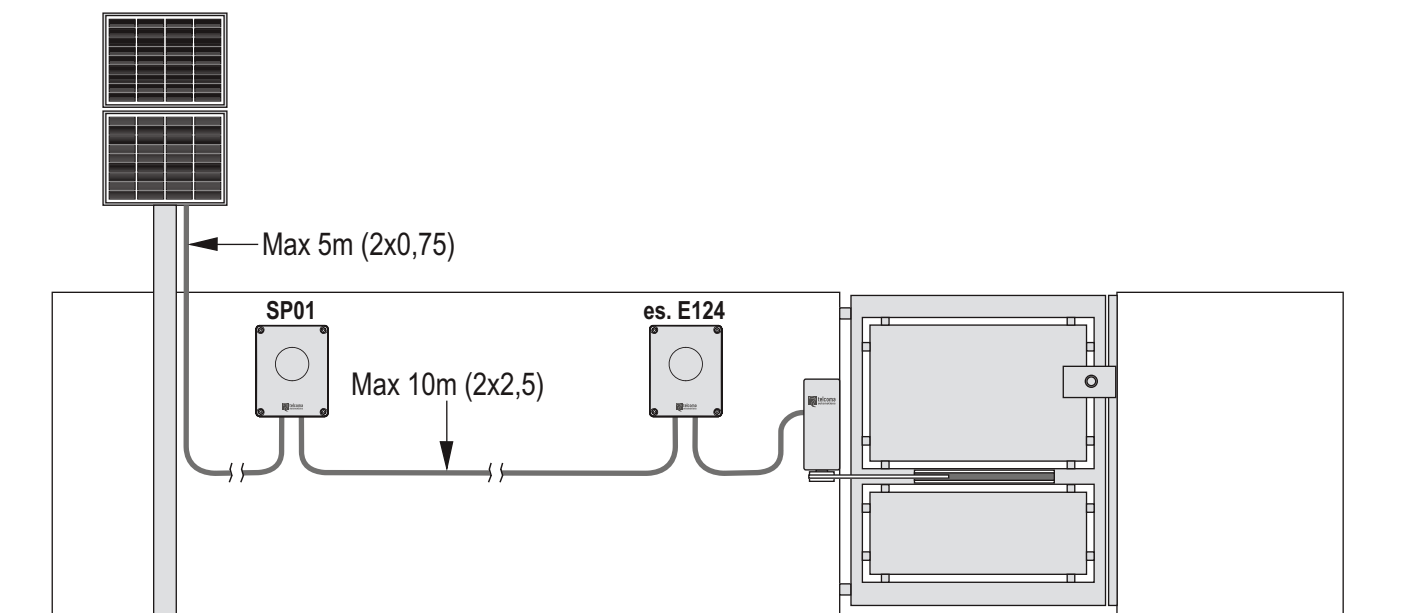

Fig.1
- l'installazione ideale prevede che: i collegamenti di potenza dell'intero impianto (alimentazione 24V e collegamento motore/i) siano il più corti possibile. Per il cavo di alimentazione tra SP01 e la centrale comando consigliamo di non superare i 10m di lunghezza e di usare una sezione minima dei conduttori di 2,5mmq (Fig.1).
- l'installation idéale prévoit que : les connexions de puissance de toute l'installation (alimentation 24 V et connexion moteur/s) soient les plus courtes possibles. Pour le câble d'alimentation entre SP01 et la centrale de commande nous conseillons de ne pas dépasser 10 m de longueur et d'utiliser une section minimum des conducteurs de 2,5 mm² (Fig. 1).
- la instalación ideal prevé que: las conexiones de potencia de todo el sistema (alimentación de 24V y conexión del o de los motores) sean lo más cortas posible. Para el cable de alimentación entre SP01 y la central de mando se aconseja no superar 10 m de longitud y utilizar una sección mínima de los conductores de 2,5 mm² (Fig. 1).
- for an ideal installation: the power supply connections of the entire system (24V power supply and motor connection) must be as short as possible. The power supply cable between the SP01 and control unit should not be more than 10 m long and the minimum wire cross-section should be 2.5 mm² (Fig.1).
- Die ideale Installation sieht folgendes vor: Die Leistungsanschlüsse der ganzen Anlage (Speisung 24V und Anschluss des Motors/en) müssen so kurz wie möglich sein. Für das Speisungskabel zwischen SP01 und Steuerung empfehlen wir, 10 m Länge nicht zu überschreiten und einen Mindestdurchschnitt von 2,5 qmm (Abb. 1) zu verwenden.
- bij een ideale installatie dient ervoor te zorgen dat de aansluitingen voor stroomvoorziening van de gehele installatie (24V-voeding en aansluiting motor(en)) zo kort mogelijk zijn. Voor de voedingskabel tussen SP01 en de besturingseenheid is het raadzaam een lengte van 10m niet te overschrijden en voor de geleiders een minimum doorsnede van 2,5mm² te gebruiken (afb. 1).